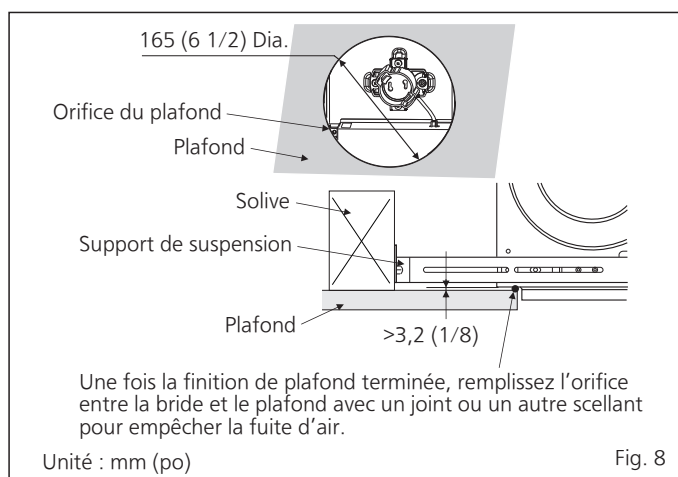

Fig. 8
11. Terminez les travaux au plafond. Formez un orifice circulaire dans le plafond (diamètre de 165 mm (6 1/2 pouces)). Et assurez-vous qu'il reste un espace (>3,2 mm (1/8 pouces)) entre le boîtier du luminaire et le plafond. (Voir Fig. 8)